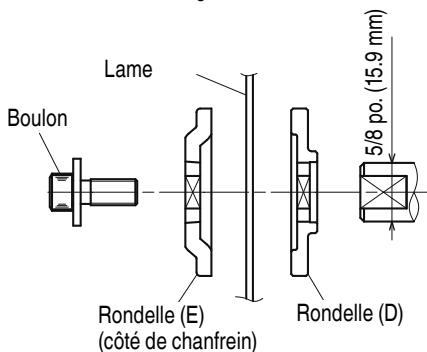

Fig. 36-c
- (6) Appuyer sur le verrou d'axe et serrer le boulon en le tournant vers la gauche à l'aide de la clé fournie comme accessoire standard (clé à barre à six pans de 5 mm), comme indiqué à la Fig. 36-b.